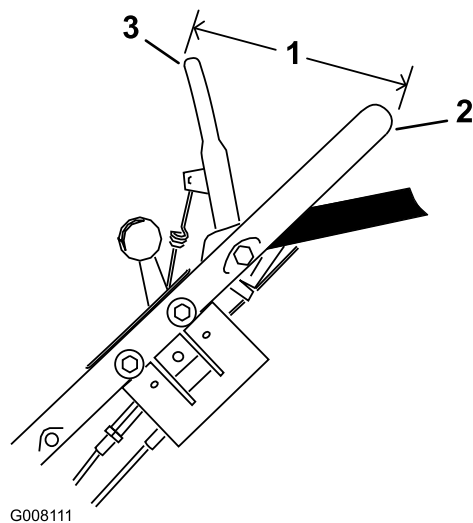

Figura 33
6. Tenete la barra di comando della lama in modo che **l'esterno** della barra sia a 14 cm dall'**esterno** della stegola, e tirate il cavo per rimuovere l'imbandito, ma senza esercitare tensione sulla molla (Figura 33).